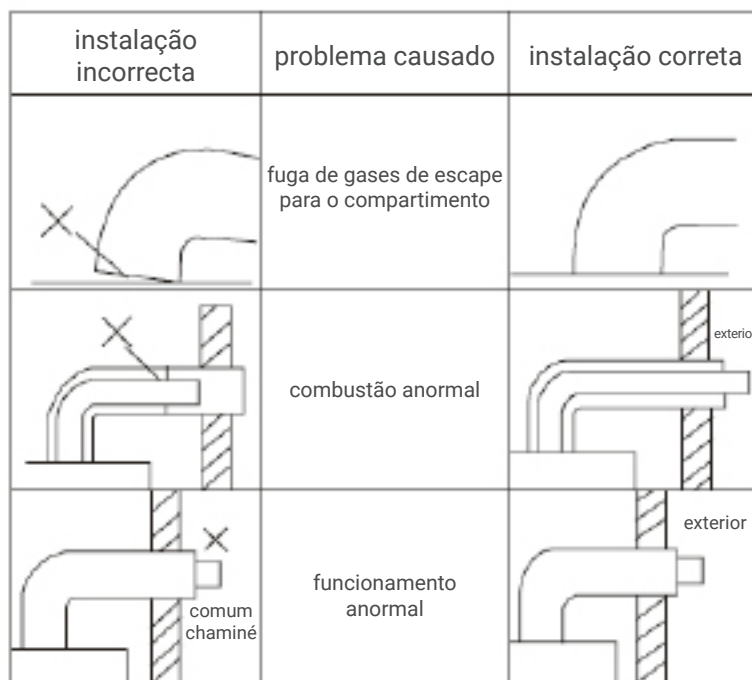

Fig.13
- A instalação da chaminé deve ser correta, caso contrário, os gases residuais voltarão a fluir e serão perigosos (Fig. 13).